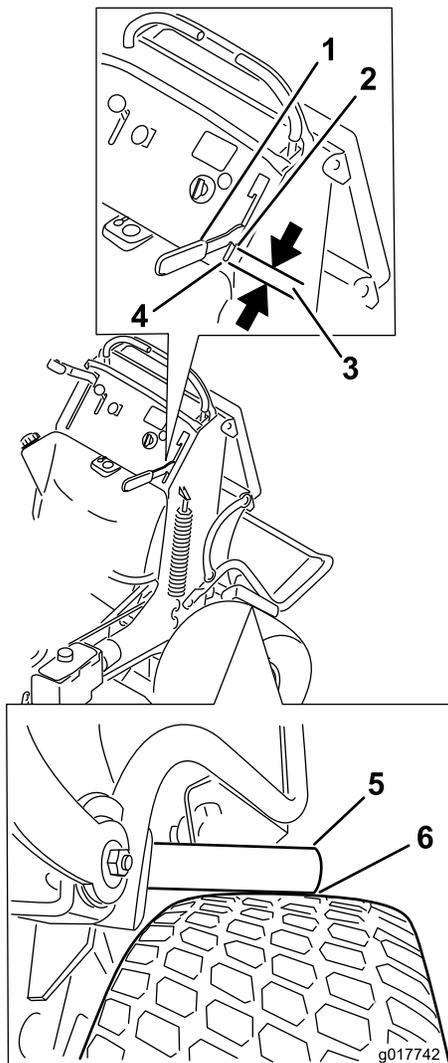

Figure 70
4. Engagez le levier de frein jusqu'à ce que les barres touchent juste le pneu (Figure 70).
5. Mesurez la distance entre l'avant du levier manuel et l'extrémité de la fente dans le panneau de commande lorsque la barre de frein rencontre le pneu. La distance doit être de 19 mm (3/4 po). Réglez le frein au besoin (Figure 70).